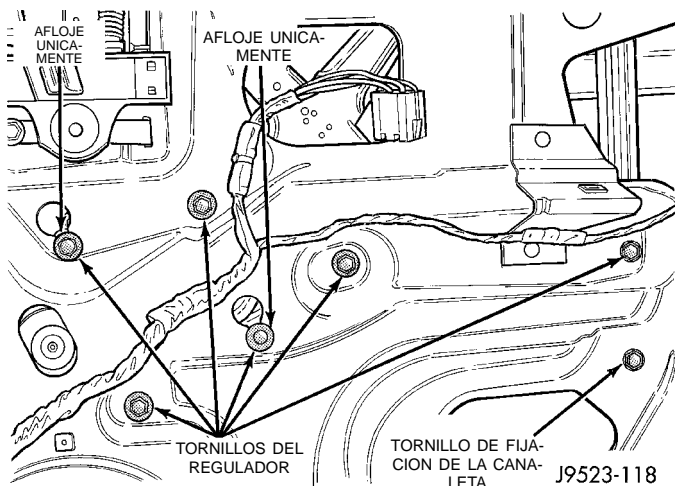

Fig. 9 Desmontaje/instalación del regulador de ventanilla de la puerta trasera
(4) Deslice el cristal de la puerta hacia adelante para retirarlo de las tuercas.
(5) Tire del cristal hasta arriba y fíjelo con cinta adhesiva al marco superior de la ventanilla de la puerta.
(6) Desenchufe el conector del mazo de cables del motor del elevavinas eléctrico.
(7) Retire los cuatro tornillos que sujetan el regulador de ventanilla al panel interior de la puerta (Fig. 9).
(8) Afloje los dos últimos tornillos que sujetan el regulador al panel interno de la puerta.
(9) Retire el conjunto del motor y del regulador de ventanilla del interior de la puerta.
(10) Para instalar, coloque el regulador de ventanilla en el interior de la puerta y deslice los dos torni-